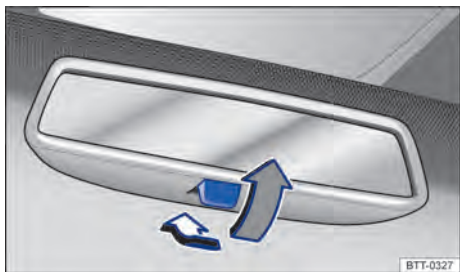

Fig. 83 No para-brisa: espelho retrovisor interno com antiofuscante manual.
- Posição noite: puxar a alavanca → Fig. 83 (seta cinza), para evitar o ofuscamento dos faróis dos veículos que trafegam atrás.